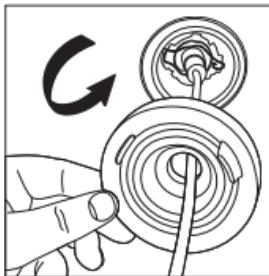

Figura-5
- 5.6 Monte la junta en la bombilla LED4 y asegúrese de que se encuentra en la posición correcta, como se muestra en la figura 5.